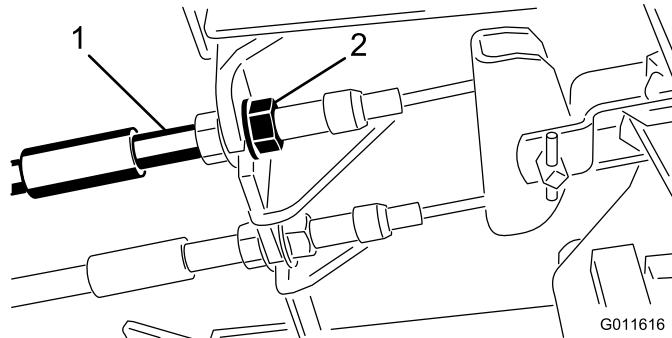

Figura 55
- Para reducir la holgura de los pedales de freno, apriete los frenos aflojando la tuerca delantera del extremo roscado del cable de freno (Figura 55).